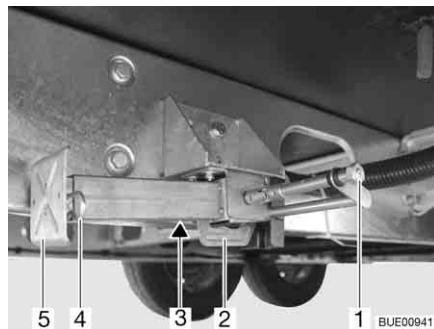

Fig. 45 Piedino di stazionamento
- Inserire la chiave a tubo nell'esagonale (Fig. 45,1) e ruotare fino a quando il piedino di stazionamento non si trova in posizione verticale verso il basso.
- Se la lunghezza del piedino di stazionamento è regolabile, sfilare la copiglia (Fig. 45,4) dal piede del prolungamento (Fig. 45,5).
- Inserire la chiave a tubo nell'esagonale (Fig. 45,1) e ruotare fino a quando il piedino di stazionamento non si stacca dal terreno.
- Spingere completamente all'interno il prolungamento dell'estremità del piedino (Fig. 45,5) e inserire la copiglia (Fig. 45,4) nel foro apposito.
- Girare sull'esagonale (Fig. 45,1), finché il piedino di stazionamento è orientato verso l'alto e la guida (Fig. 45,2) si trova proprio alla fine della scanalatura (Fig. 45,3).